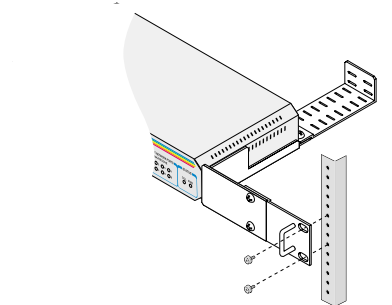

図4 19 インチラックへの取り付け
5. 19 インチラックの希望する位置に本体を合わせ、適切なネジ(別途ご用意ください)で図4のようにしっかりと固定します。